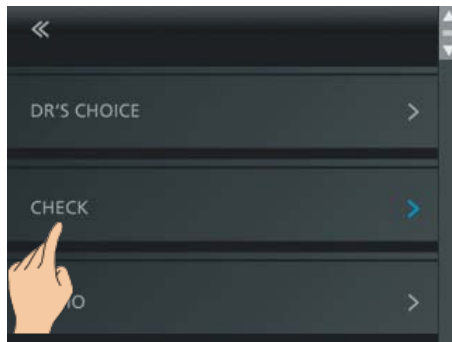

Fig. 28 Selezionare CHECK
- Accedere al menu Impostazioni e selezionare la funzione CHECK (Fig. 28).